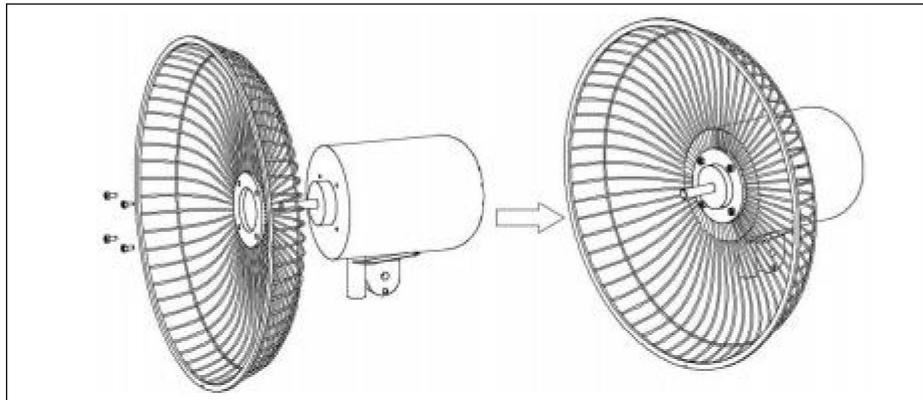

Fig.5.
1). Retire los tornillos de la rejilla del cabezal del motor. Luego, fije la parte trasera rejilla (13) en el cabezal del motor con el tornillo de la rejilla trasera (15) como se muestra en el diagrama (Fig.5.)